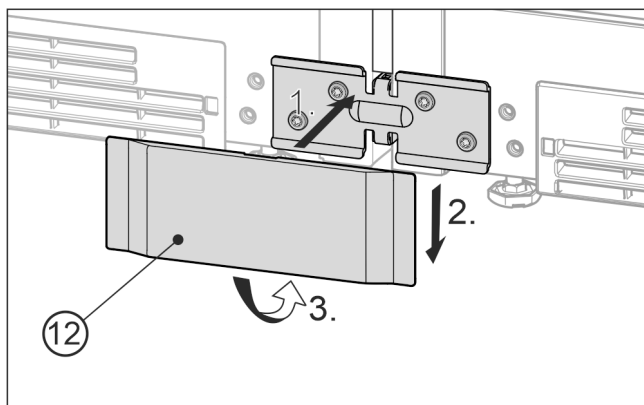

Fig. 24 Príklad zobrazenia
- Spodný kryt Fig. 24 (12) nasadíte spredu na uholník Fig. 24 (1), posuňte nadol Fig. 24 (2) a dole zaklapnite Fig. 24 (3).